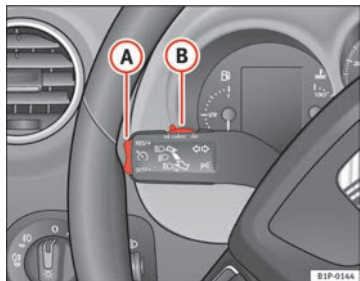

Abb. 132 Blinker- und Fernlichthebel: Schalter und Wippe für die Geschwindigkeitsregelanlage
- Drücken Sie den unteren Teil der Wippe **SET/SET** ⇒ Abb. 132 **(A)** einmal kurz, wenn die zu speichernde Geschwindigkeit erreicht worden ist.